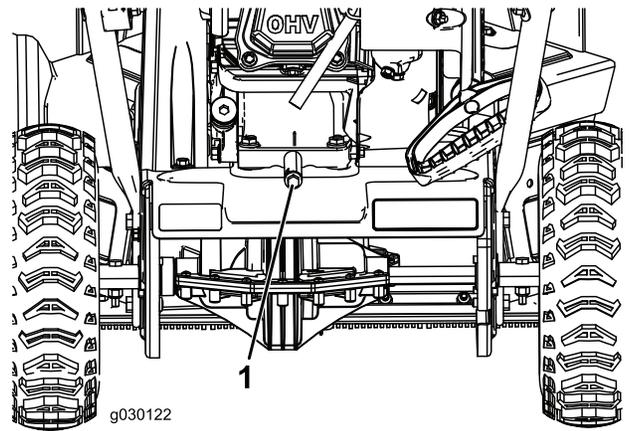

Figura 20
2. Coloque un recipiente de aceite usado debajo del tapón de vaciado de aceite, retire el tapón de vaciado de aceite e incline la máquina hacia atrás, y drene el aceite usado en el recipiente (Figura 20).